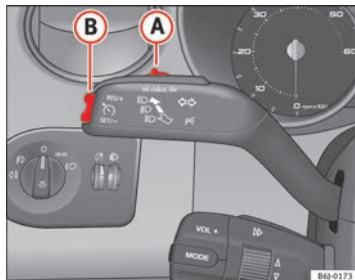

Fig. 114 Palanca de intermitentes y de luz de carretera: mando y tecla basculante para el regulador de velocidad
- Presione la parte superior de la tecla basculante **RES** ⇒ fig. 114 **B** para aumentar la velocidad. El vehículo acelerará mientras mantenga la tecla presionada. Al soltar la tecla quedará memorizada la nueva velocidad.
Si se reduce la velocidad programada pisando el pedal del freno, se desactiva el regulador de velocidad. Si quiere activar de nuevo el regulador, bastará con presionar una vez la parte superior de la tecla basculante **RES+** ⇒ fig. 114 (B).